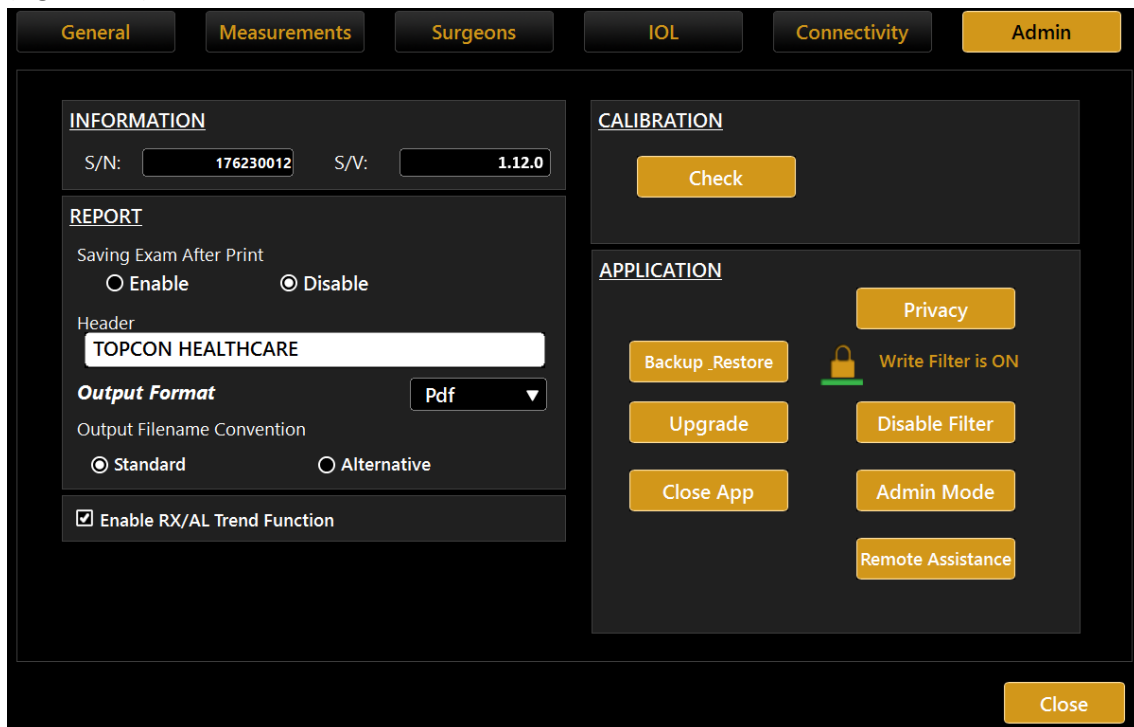

Figura 104
13. Il tuo ALADDIN HW3.0 è aggiornato. Puoi verificare l'aggiornamento andando in Impostazioni, pannello "Amministrazione" e verificare che la versione software "S/V" è ora quella aggiornata (Figura 104).